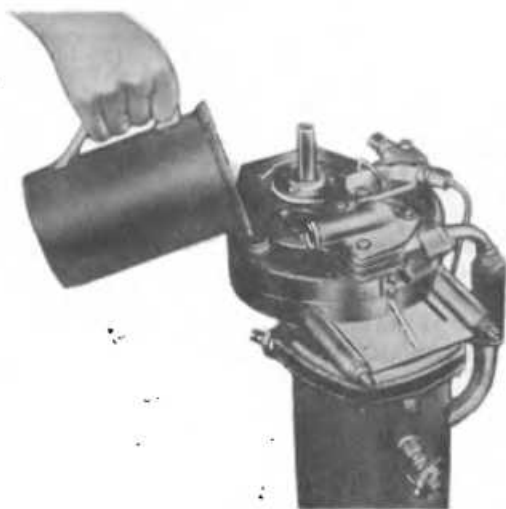

Рис. 156. Расконсервация подогревателя
1. Заглушите деревянной пробкой дренажное отверстие, расположенное снизу корпуса редуктора. На рис. 156 отверстие показано стрелкой.